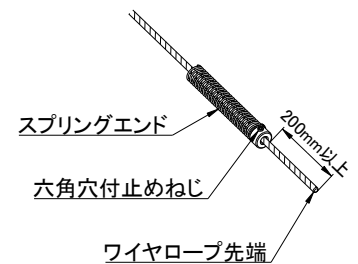

図 3
- 2) ワイヤロープ先端から 200mm 以上離してスプリングエンドの六角穴付止めねじを締め付けて固定する。（図 3）